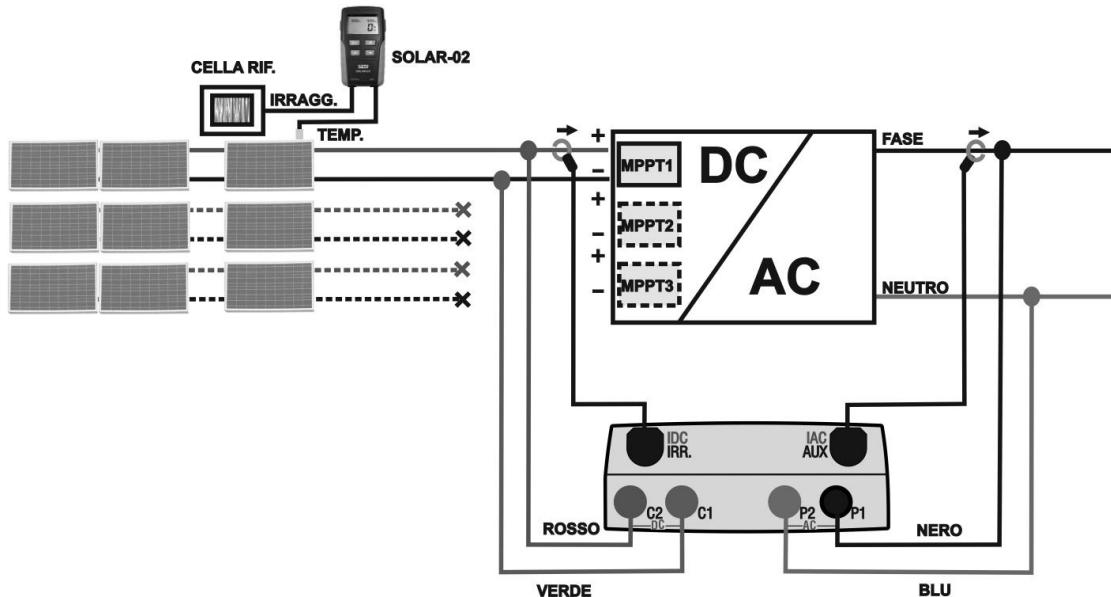

Fig. 4: Ligação do instrumento para o teste em instalações FV Monofásicas
5. No caso de inverters equipados com mais do que um rastreador de energia (MPPT) **deixar ligada apenas a bateria de painéis (stringa) correspondente ao primeiro MPPT** como se mostra na Fig. 4. Depois, será necessário repetir as operações a seguir indicadas, deixando ligada apenas a bateria de painéis conectada ao segundo MPPT, ao terceiro, etc.
8. Ligar as entradas **C2** e **C1** respetivamente aos pólos positivo e negativo da saída da bateria de painéis (stringa). Ligar as entradas **P1**, **P2** aos condutores de Fase e Neutro respeitando as cores indicadas na Fig. 4
10. Ligar a pinça de corrente CC ao condutor positivo na saída da bateria de painéis (stringa) **respeitando o sentido da seta** existente na referida pinça conforme o indicado na Fig. 4. Colocar a pinça o mais afastado possível do inverter e evitar que o toróide esteja nas proximidades do condutor negativo.
11. Ligar a pinça CA ao condutor de Fase L1 **respeitando o sentido da seta** existente na referida pinça conforme o indicado na Fig. 4. Colocar a pinça o mais afastado possível do inverter e evitar que o toróide esteja nas proximidades do condutor Neutro. Ligar a saída da pinça à entrada **ICA** do instrumento.